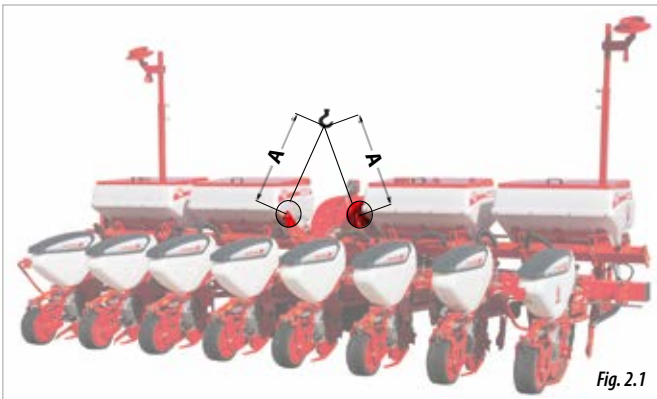

Fig. 2.1
- Les modèles **FIXE, VARIANT MANUEL, TÉLESCOPIQUE, VARIANT et VARIANT IDRA**, doivent être chargés et déchargés par 2 points (Fig. 2.1).
ATTENTION : RESPECTEZ LES DISTANCES : A (2 MÈTRES) POUR ÉVITER D'ENDOMMAGER LE SEMOIR PENDANT LE LEVAGE (Fig. 2.1).